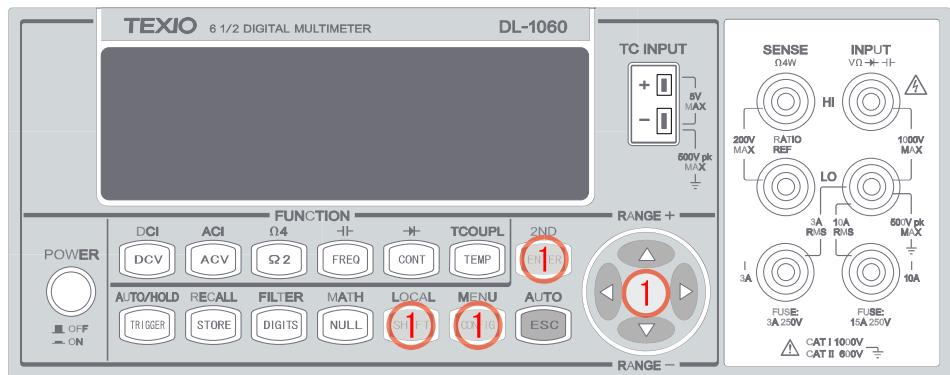

図 3-30
- ① ◄・▷、ENTER ボタン等を使い、MENU(SHIFT+CONFIG) > SYSTEM > DISPLAY > ON/OFF の順で操作し、ディスプレイ表示の ON/OFF を設定します。使用するボタンを図 3-30 に示します。